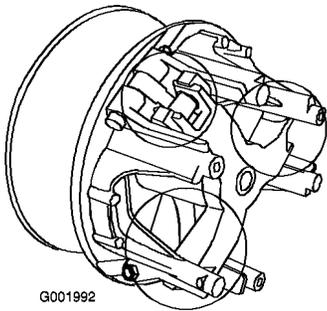

Figura 58
- Lubrique las piezas en movimiento en las zonas indicadas en Figura 58 usando Spray Lubricante Seco Toro, disponible a través de su Distribuidor Autorizado Toro.